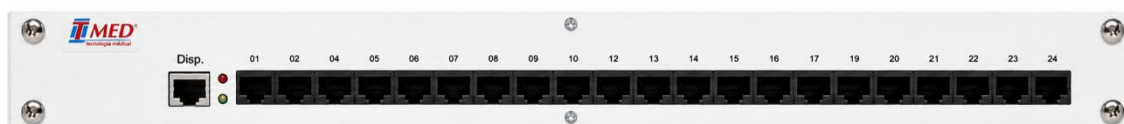

Figura 2 - Visão Frontal do Painel Concentrador
Localizado no posto de enfermagem (ou numa sala técnica) e conectado às Unidades de Chamada dos Leitos (UCLs), envia as chamadas e suas informações para o Display Digital (DD) ou Monitor Drive (MD) – Figura 2.